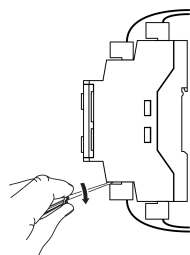

Рисунок 4 – Отсоединение съемных частей клемм
1. Снять ответные части съемных клеммников (см. рисунок 4).